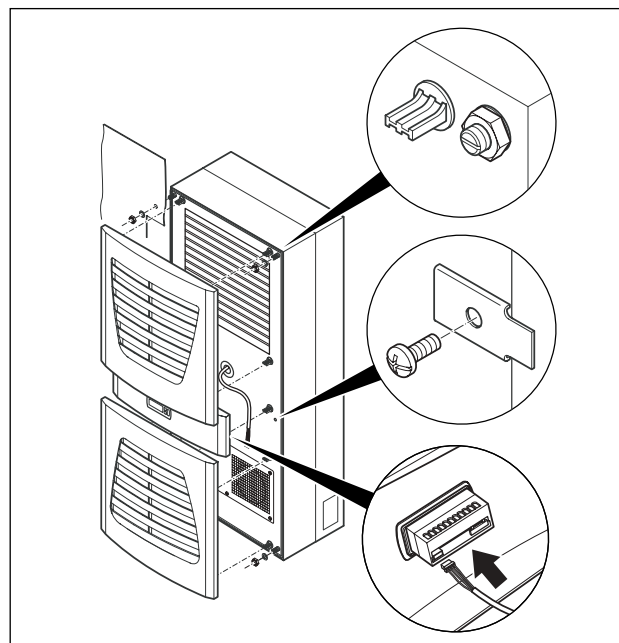

Bild 17: Fixering av kylaggregat
- Sätt fast aggregatet med medföljande fastsättningsplåtar som visas i bild 17.